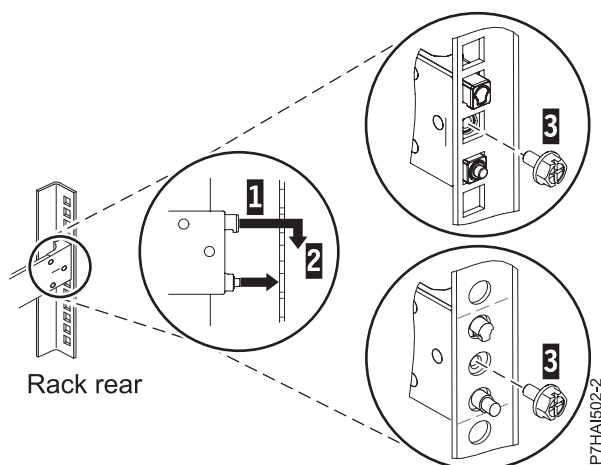

Figura 3. Alineación de las patillas con los orificios de la parte posterior del bastidor
3. Alinee las dos patillas de la parte posterior del riel deslizante con los orificios superior e inferior dentro de la unidad EIA seleccionada que se marcaron anteriormente. Tire del riel deslizante hacia usted para insertar las dos patillas en los orificios del bastidor (1), y baje el riel deslizante (2) para fijar el mecanismo de enganche de la patilla superior. Para obtener detalles, consulte la Figura 3 en la página 5. Asegúrese de que las dos patillas sobresalen de los orificios antes de proceder con el paso siguiente.